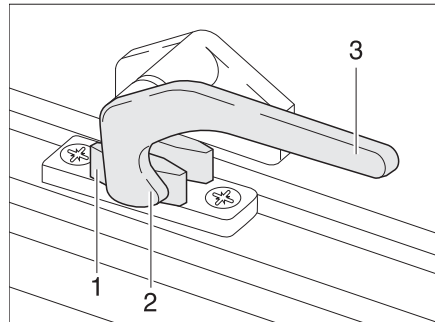

Bild 38 Låsarm i läget "stängd"
- Sväng låsarmen (Bild 38,3) ett kvarts varv mot fönstrets mitt.
- Sväng låsarmen (Bild 38,3) ett kvarts varv mot fönsterkarmen. Låsspaken (Bild 38,2) är placerad på insidan av fönsterlåset (Bild 38,1).
- I läget "helt stängt" (Bild 38)